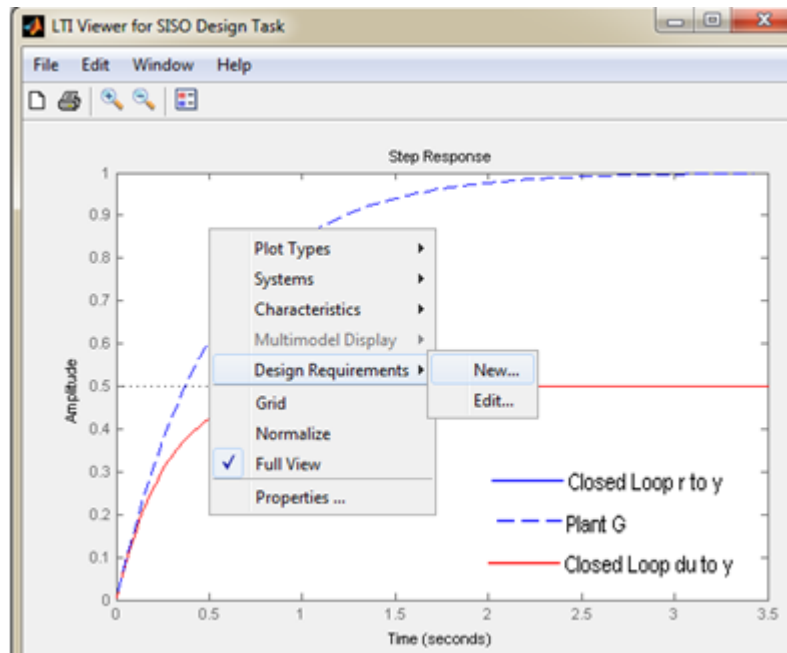

Figura 22. Esquema Agregar Requerimientos de Diseño.
- En el menú emergente elija *Design Requirements* y luego de click en *New*. Observe la Figura 22.